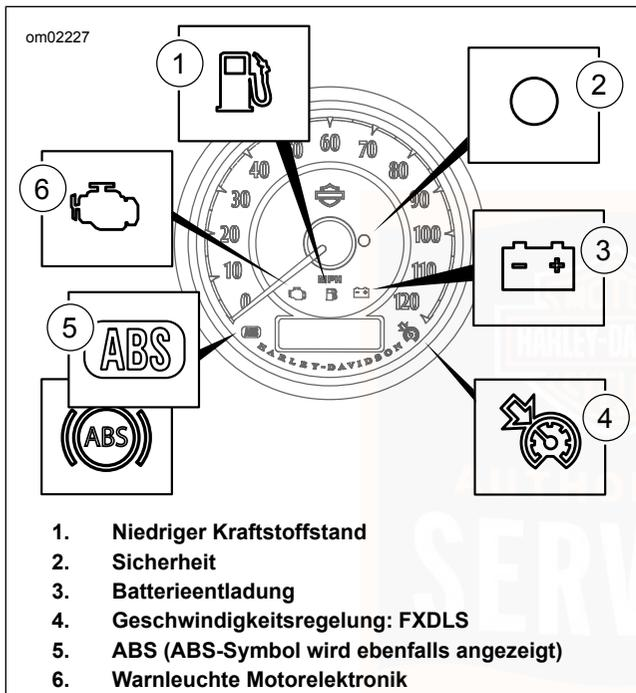

Abbildung 17. Instrumentenbeleuchtung
Leuchtet: Siehe Abbildung 17. Die Warnleuchte „Kraftstoffstand niedrig“ (1) leuchtet, wenn der Kraftstoffstand
Siehe Abbildung 17. Bei Motorrädern mit einem Sicherheitssystem leuchtet die Sicherheitsstatusleuchte (2) beim Scharfschalten des Sicherheitssystems auf. Siehe Sicherheitssystem (Seite 89).
Siehe Abbildung 17. Die Batterieleuchte zeigt an, ob die Batterie überladen oder nicht ausreichend geladen ist. Siehe Wartung der Batterie (Seite 169).
Siehe Abbildung 17. Die Kontrollleuchte der Geschwindigkeitsregelung (3) leuchtet, wenn die
Blinkt: Siehe Abbildung 17. Bei Fahrzeugen mit ABS beginnt die ABS-Leuchte (5) zu blinken, wenn das Fahrzeug eingeschaltet wird. Die blinkende Leuchte zeigt an, dass sich das System im Selbstdiagnosemodus befindet. Sie blinkt, bis das Motorrad eine Fahrgeschwindigkeit von mehr als 5 km/h (3 mph) erreicht hat. Das ABS ist nicht betriebsbereit, solange die Leuchte leuchtet. Siehe Tabelle 24.
Siehe Abbildung 17. Die Warnleuchte Motorelektronik zeigt an, wenn das Motor/Motor-Management-System nicht normal funktioniert.